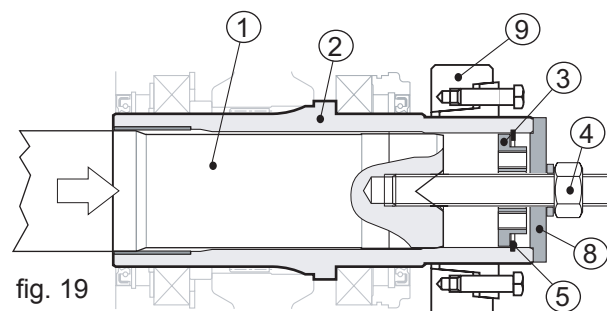

fig. 19
Luego, introducir en sus alojamientos primero la placa de fondo (pos. 3), el anillo Seeger para internos (pos. 5) y la placa de fondo (pos. 8); a continuación, enroscar la tuerca de la barra roscada para poner en contacto los dos ejes (véase fig. 19).